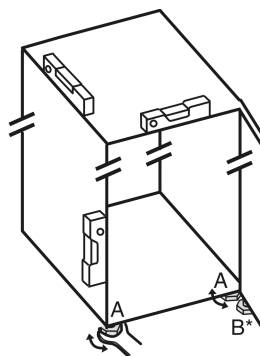

Fig. 5
- ▶ Svitare i piedini regolabili Fig. 5 (A) con la chiave a forchetta contenuta nella fornitura e con l'aiuto di una bilancia idrostatica, finché l'apparecchio non si trova in posizione stabile e piana.
► Con la chiave a forchetta in dotazione, svitare il piedino regolabile Fig. 5 (B) sul cuscinetto di supporto inferiore, fino a farlo appoggiare sul pavimento.
► Ruotare ulteriormente il piedino regolabile Fig. 5 (B) di 90°.